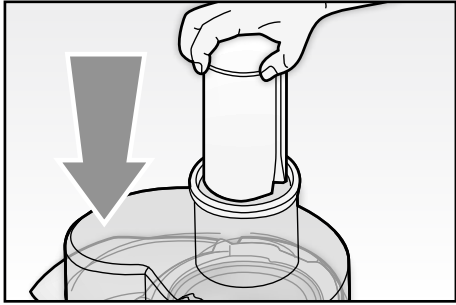

Fig. 8
- Posizionare il premi cibo (A) nel relativo alloggiamento (L) (Fig. 8).
- Posizionare la manopola di accensione (G) su «1». Il motore inizierà a girare. Nel caso si desiderasse una velocità maggiore, ruotare la manopola di accensione (G) su «2».
- Fare scorrere il premi cibo (A) nel relativo alloggiamento (L) e premere leggermente per spingere il cibo verso il filtro (B).